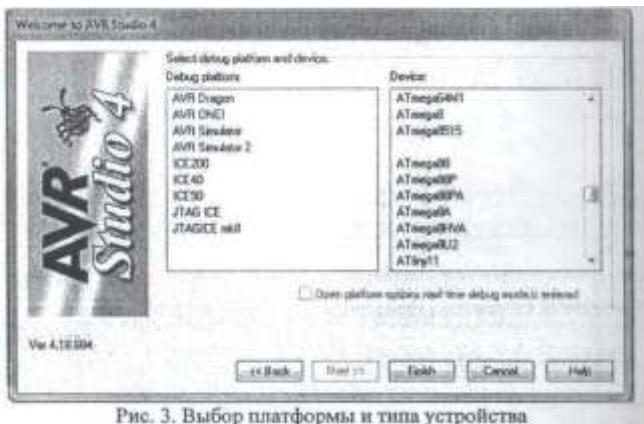

Рис. 3. Выбор платформы и типа устройства
3. После выбора языка программы и имени проекта появляется окно выбора платформы (Debugplatform) и устройства (Device). Здесь необходимо выбрать AVRSimulator или процессор ATmega8535, который используется в лабораторном стенде. После этого следует нажать кнопку «Finish» (рис. 3).